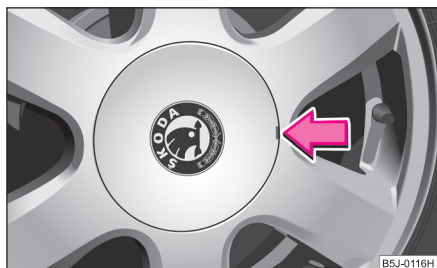

Fig. 183 Desprinderea ornamentelor
- Mișcați cu atenție ornamentul cu ajutorul cârligului ⇒ fig. 183. ■